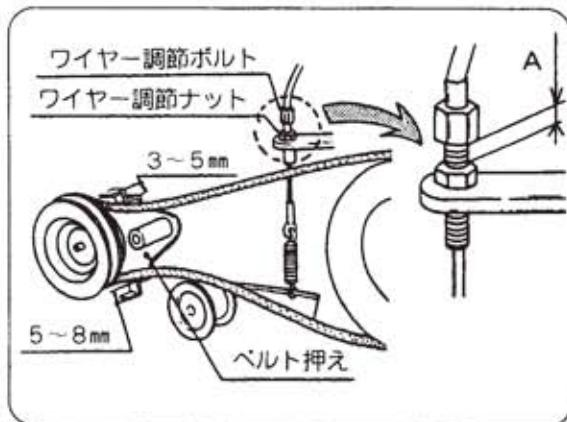

図39
(図39)
- ② ワイヤー調節ボルトを上にしてA寸法を長くしてください。(図39)